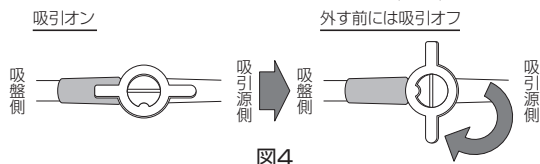

図4
17. 本品のコックを操作し、吸引をオフにし、吸盤内の陰圧を大気開放してから、吸盤を心外膜から外す(図4)。